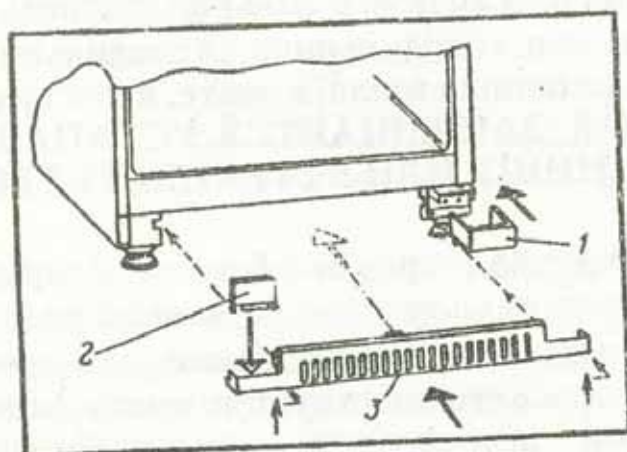

Рис.4. Схема установки кронштейна:
5.7. Установите комплектующие изделия в холодильник по рис.1. Установка деталей 8, 9, 10 (рис.1) показана на рис.4 при открытой двери холодильника.
Сначала на петлю нижнюю одевается кронштейн 1. Затем кронштейн 3, немного приподняв двумя руками вверх, зацепить ручками, как показано на рис.4, и дополнительно нажать рукой по центру, где защёлка закрепит его окончательно. Последней в кронштейн вставляется шторка 2.